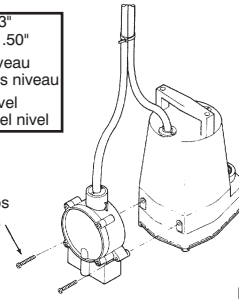

Figure 1
1. For installation on the Little Giant 5-MSP pump, refer to Figure 1. Attach the RS-5LL directly to the 5-MSP housing using the two Phillips drive screws provided, as shown in Figure 1. Use the cable ties provided to secure the power cords together. To ensure proper operation of pump and switch, place pump on a solid surface in water at least 3/4 inch deep.
1. Consulter la Figure 1 pour l'installation de la pompe 5-MSP de Little Giant. Fixer le RS-5LL directement au boîtier de la pompe 5-MSP à l'aide des deux clous vrillés Phillips fournis, tel qu'indiqué à la Figure 1. Utiliser les attaches de câble fournies pour fixer les cordons d'alimentation ensemble. Pour s'assurer du bon fonctionnement de l'interrupteur et de la pompe, placer cette dernière dans au moins 3/4 po d'eau, sur une surface stable.